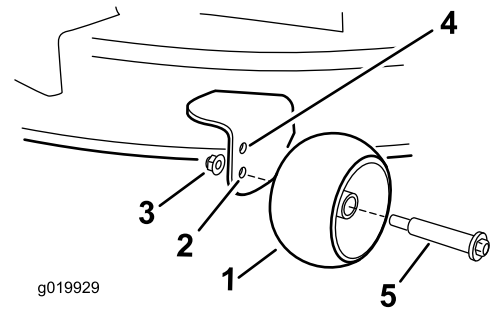

Bild 17
Schnitthöheneinstellung 63 mm oder niedriger (Bild 17).
- Unteres Loch: Verwenden Sie diese Stellung mit dem Mähwerk in der Schnitthöheneinstellung 76 mm oder höher (Bild 17).